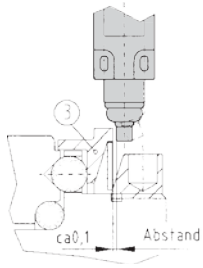

Bild 13
Der Schaltweg des Stahlschaltrings (3) aktiviert den mechanischen Endschalter oder Näherungsinitiator. Sie müssen auf einer stabilen Halterung montiert werden. Abstandsmaß nach Bild 13+14 unbedingt einhalten. Nur so ist eine einwandfreie Abschaltung gewährleistet. Kommen andere Schaltelemente in Frage, müssen die für das jeweilige Produkt vorgegebenen Abstandsmaße eingehalten werden. Ohne vorherige Zustimmung von ETH Antriebselemente dürfen die Sicherheitskupplungen der Serie SK und ES nicht ohne Endschalter eingesetzt werden.